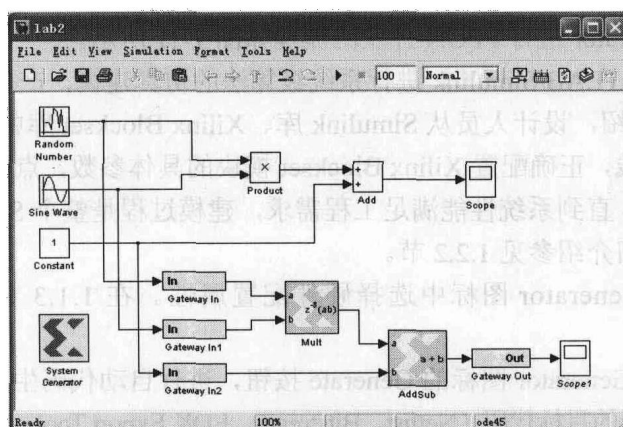

图 1-9 入门小例子 Sysgen 图
(4) 在 Xilinx Blockset → Basic Elements 中找到 Gateway In、Gateway Out、System Generator 模块, 在 Xilinx Blockset → Math 中找到 Mult、AddSub 模块, 按图 1-9 所示连接整个工程, 所有模块的配置都采用默认属性。